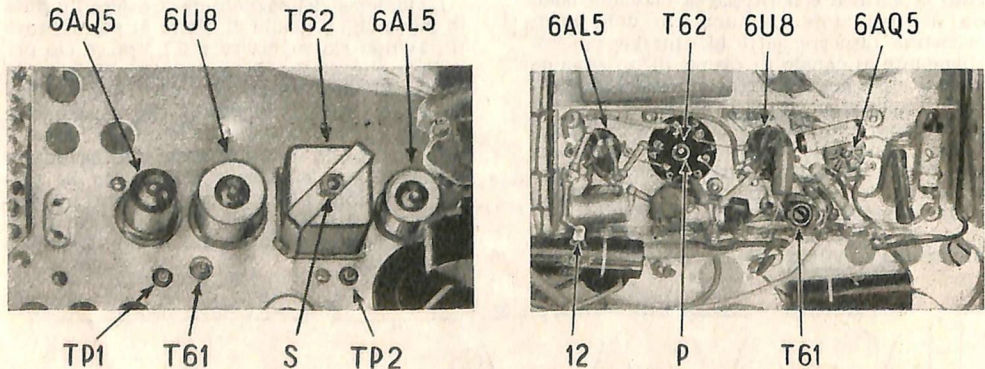

Fig. 43 - Vista della sezione suono, di sopra e di sotto.
fig. 43. fino ad ottenere la massima uscita; questa deve essere di circa -3 volt; regolare di nuovo la sintonia fine accuratamente in modo da ottenere questo valore. Regolare di nuovo la vite della bobina fino ad ottenere la massima uscita;
- 2) si collega il terminale negativo del voltmetro al terminale n. 12 della piastrina porta-resistenze del telaio (che è collegato al contatto n. 2 della valvola 6AL5, vedi fig. 43).
Si regola la vite inferiore (primario) del trasformatore rivelatore N. 7654 (T62 indicato nella fig. 43) fino ad ottenere la massima uscita;